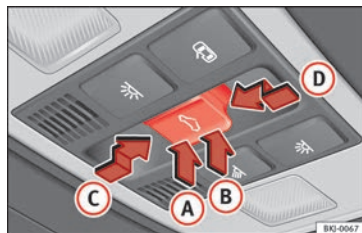

Fig. 123 Dans le ciel de pavillon : touche du toit ouvrant.
La touche  » fig. 123 présente deux niveaux. Le premier niveau permet de situer le toit en position déflectrice, d'ouvrir ou fermer entièrement ou partiellement le toit ouvrant.
• Avant que ne s'écoulent environ 5 secondes à partir de l'activation du dispositif anti-pincement, appuyez sur la touche  » **fig. 123** jusqu'au second niveau dans le sens de la flèche » **fig. 123**  jusqu'à ce que le toit se ferme complètement.